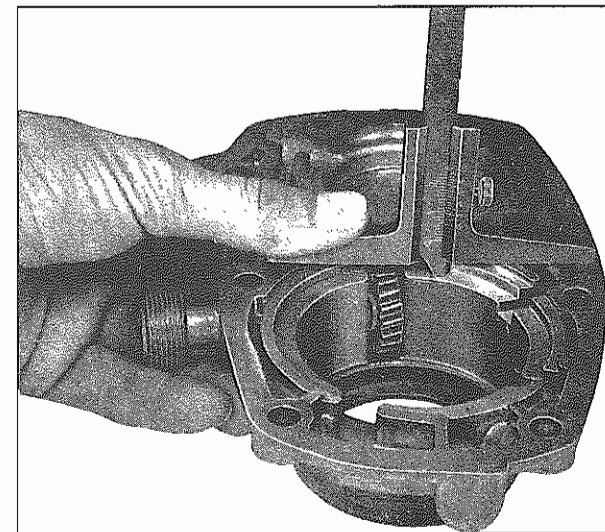

Fig. 53 - Misurare la distanza
- Misurare la distanza tra la superficie di tenuta del coperchio posteriore cambio **(817)** e la gola più piccola (la più profonda) **(Fig. 53)**. La differenza tra i due valori misurati, meno 0-0,1 mm di gioco assiale (fortemente raccomandabile il valore 0,0) dà lo spessore dei rasamenti **(816)** che devono essere messi nelle gole del coperchio posteriore cambio. I rasamenti sono disponibili nei seguenti spessori: 0,4 - 0,5 - 0,6 - 0,7 e 0,8 mm.
- Determine distance from sealing surface of rear transmission cover **(817)** up to smaller (lower) recess **(Fig. 53)**. The difference of the two dimensions less 0 to 0.1 mm end play (while trying for dimension 0.0) provides the thickness of the compensating washers (816) to be placed into recess of rear transmission cover. Compensating washers are available 0.4 - 0.5 - 0.6 - 0.7 and 0.8 mm thick.